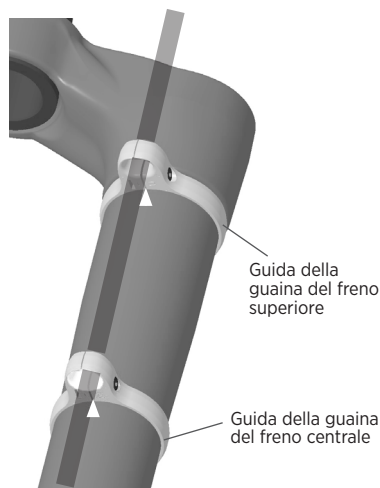

Figura 7: Posizionamento delle guide della guaina del freno
4. Posizionare le guide della guaina centrale e superiore in modo che la fessura inferiore sia allineata con ciascuna delle frecce incise al laser sulla forcella (rappresentate dalle punte di freccia bianche nella Figura 7). Utilizzare una punta esagonale da 2,5 mm e una chiave dinamometrica per serrare la vite a 0,9 N·m (8 in-lb).